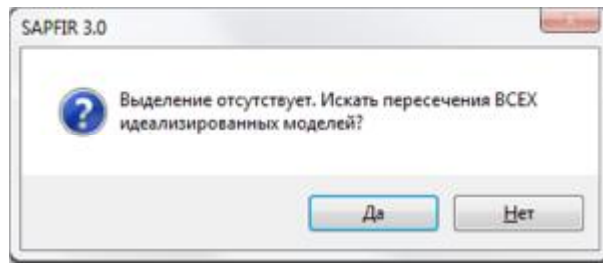

Рис.3.15. Диалоговое окно SAPFIR 3.0
► Для обеспечения совместной работы пластин и стержней щелкните по кнопке  – **Найти пересечения выделенных стержней и пластин** и в появившемся диалоговом окне (рис.3.15) щелкните по кнопке **Да** (рис.3.16).